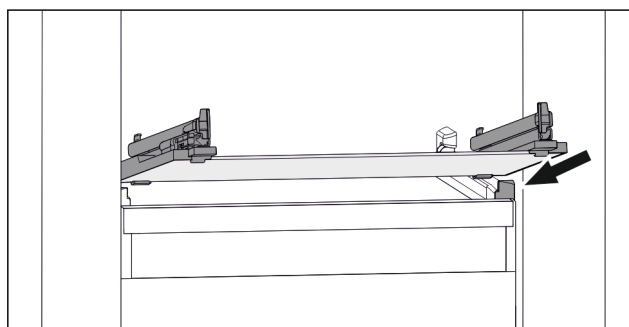

Fig. 108 玻璃隔板例图
- ▶ 将玻璃隔板斜放在止动器后面。（参见 Fig. 108）